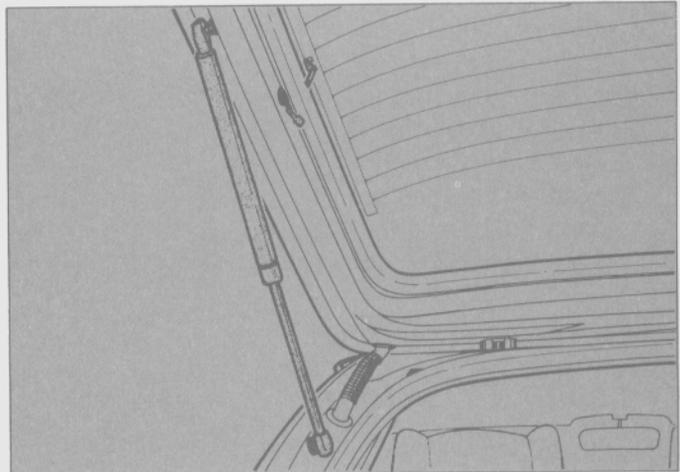

Fig. 323
- Montar los dos soportes del portón trasero (Fig. 323).